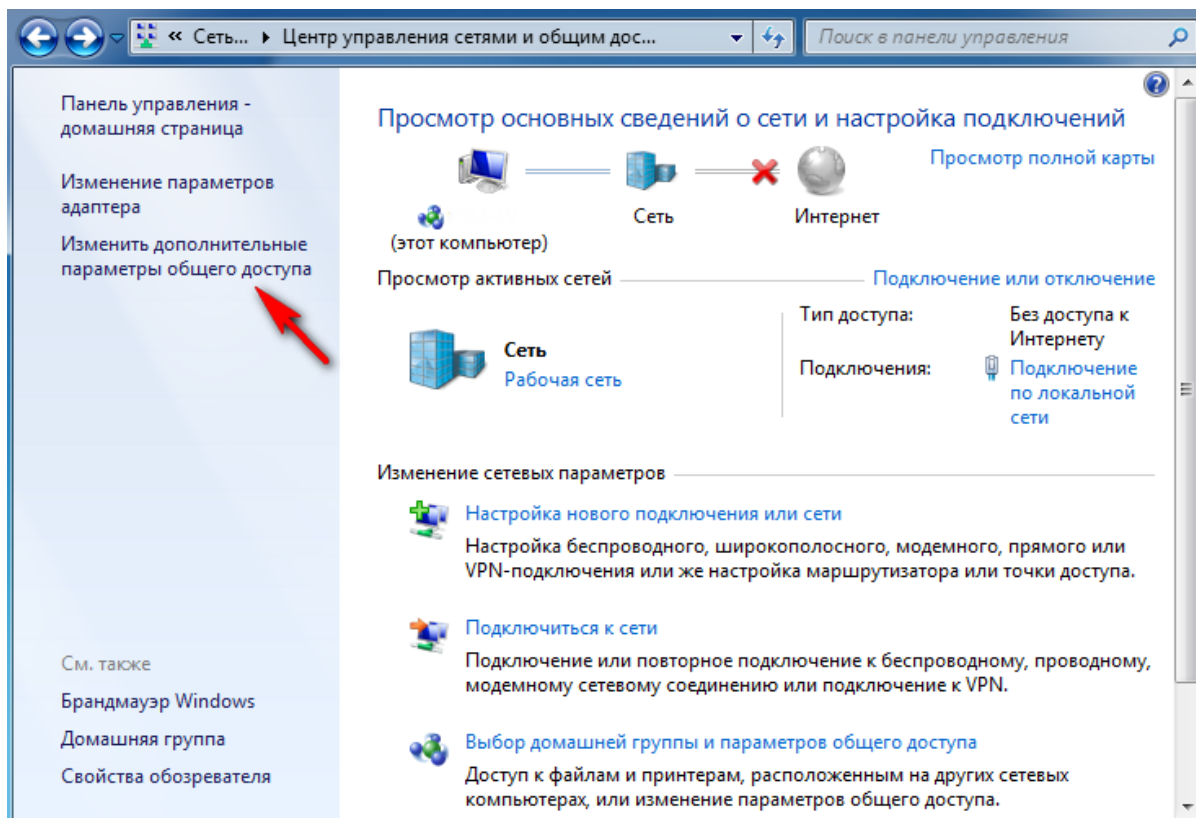

Рисунок 17.
- в правом списке команд выбрать пункт «Изменить дополнительные параметры общего доступа» (см. рисунок 17);